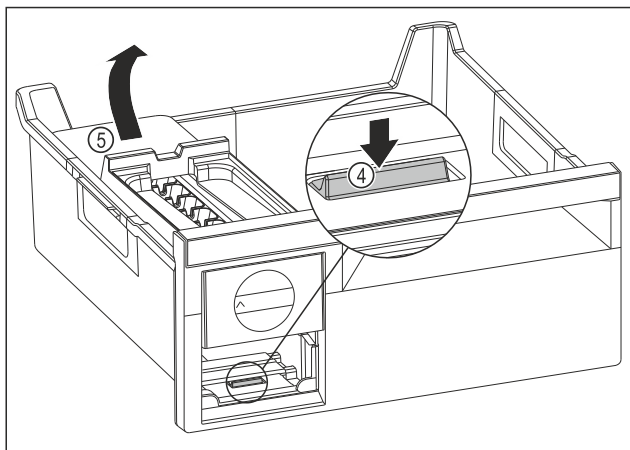

Fig. 145
- ▶ Извлеките корпус EasyTwist-Ice: Надавите пальцем вниз на накладку Fig. 145 (4) и одновременно другой рукой поднимите корпус EasyTwist-Ice Fig. 145 (5) сзади.